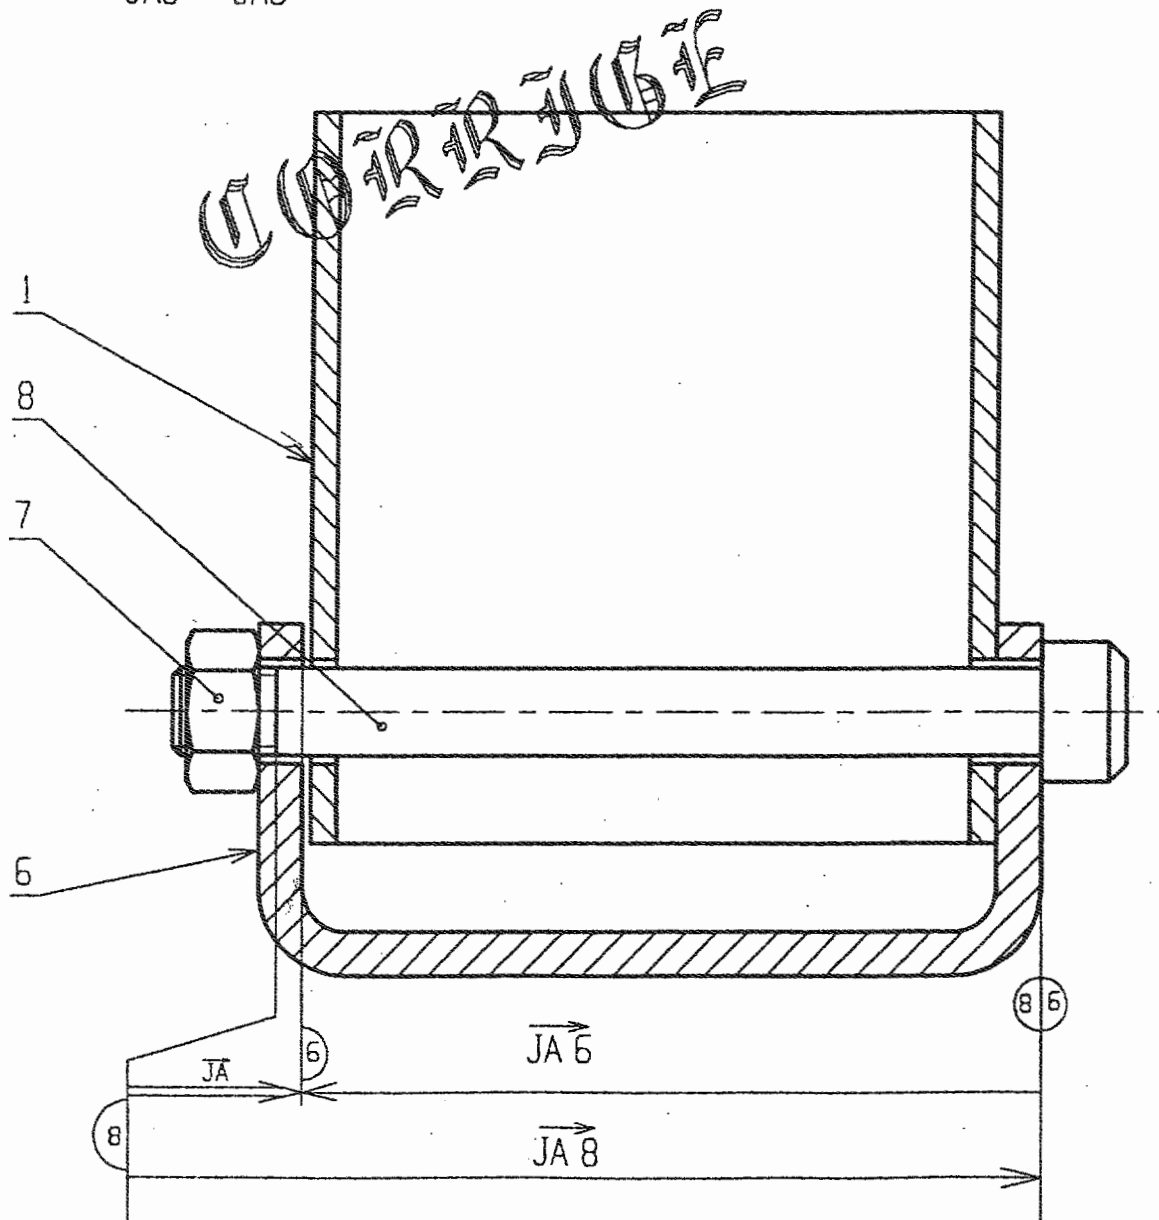

Fig 7
1. Etablir la chaîne de cotes relative à la cote condition \vec{JA} sur la fig 7